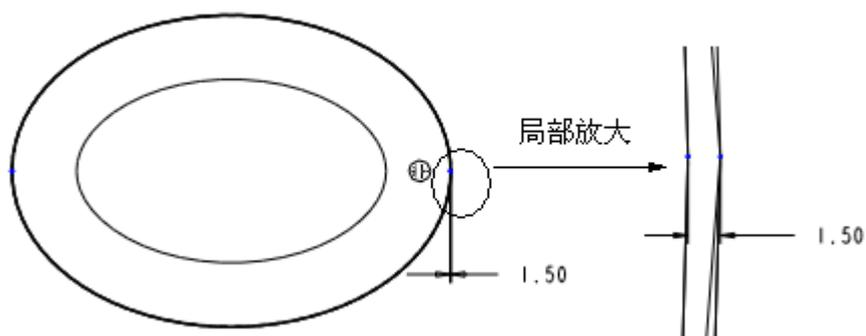

图 49-12
(2) 单击按钮 , 打开【剖面】对话框, 单击【使用先前的】按钮, 单击【剖面】对话框中的【草绘】按钮, 进入草绘工作环境。
(3) 使用“通过边创建图元”工具 , 选择图形窗口中的大椭圆边线。
(4) 使用“通过偏移一条边来创建图元”工具 , 选择图形窗口中的大椭圆边线, 向内偏移 1.5mm, 如图 49-12 所示。